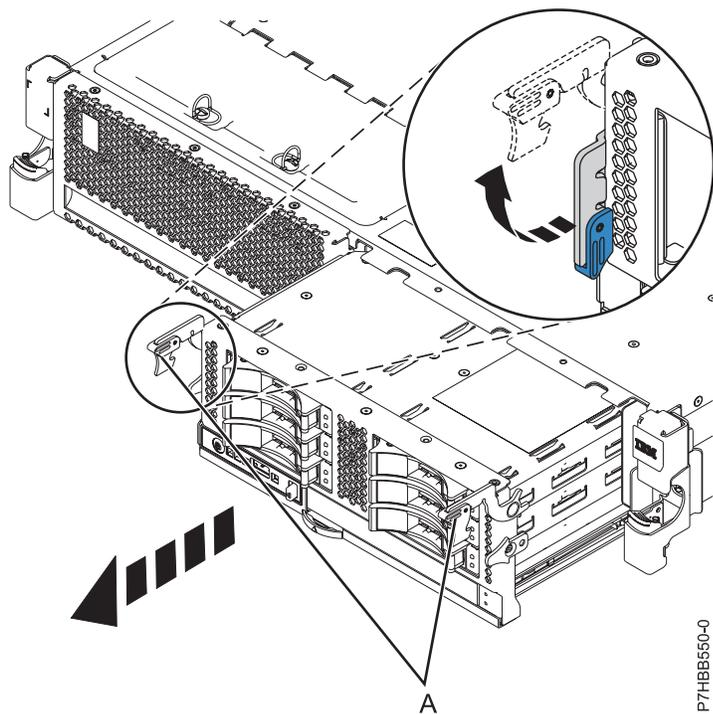
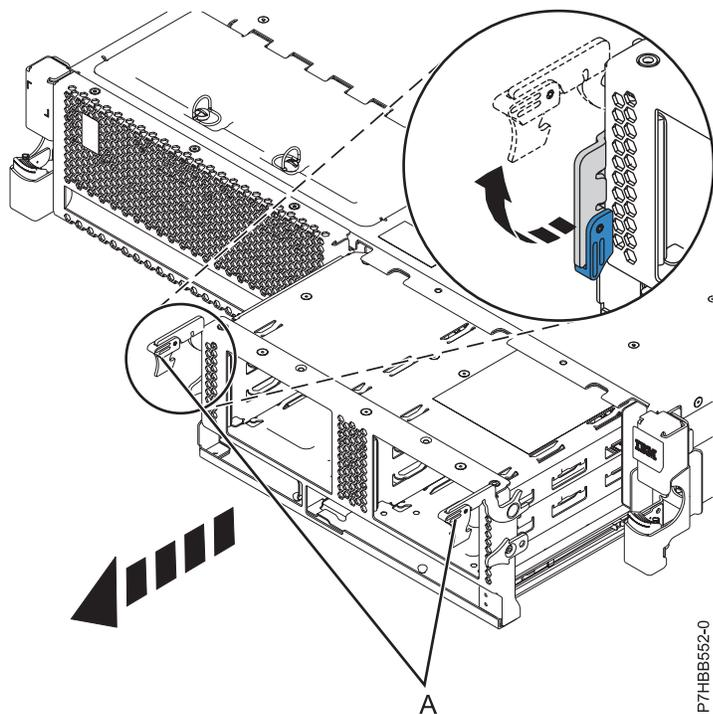

Figura 20. Extraer la placa posterior con unidades de disco
Figura 21. Extraer la placa posterior sin unidades de disco
13. Desbloquee la placa posterior de la unidad de disco tirando de las asas (A) para abrirlas desde el centro de la placa posterior como se muestra en la Figura 20 y en la Figura 21.